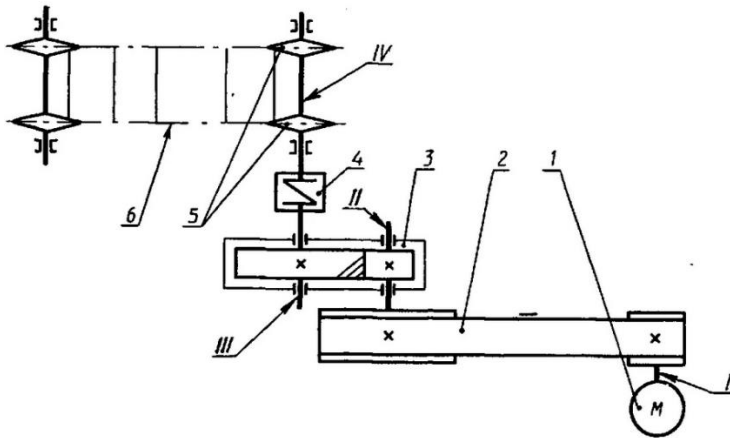

Рис. 1. Кинематическая схема привода к скребковому конвейеру:
3. Исходные данные для проектирования (табл. 1, рис. 1).